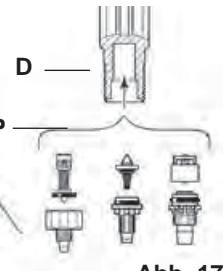

Abb. 17
- Nach unten ziehen und das ganze Saugventil entnehmen (**Abb. 17**).
- Die verschiedenen Teile mit reichlich klarem Wasser spülen und gemäss Skizze (**Abb. 17**) wieder zusammenfügen.
- Wiedereinsetzen des Saugventils (**Abb. 17-P**) in den Dosierkörper (**Abb. 17-D**), es dabei bis an den Anschlag drücken.